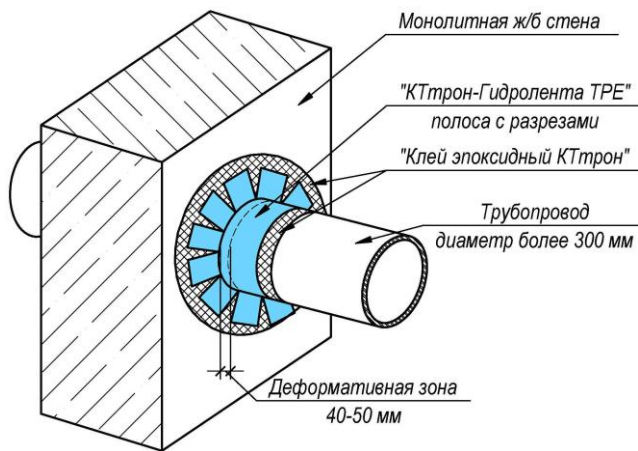

Рис. 6
- Приклеить лепестки ленты к стене на **Клей эпоксидный КТтрон-ТЭД-2** (Рис. 6).